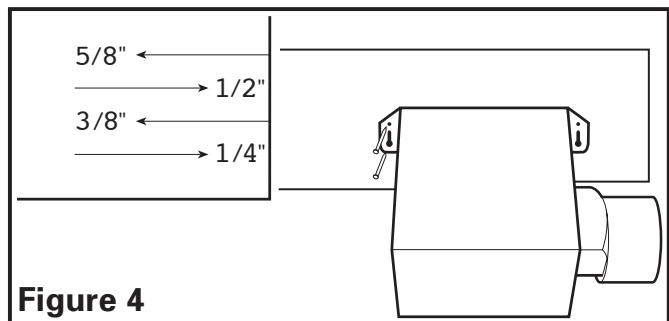
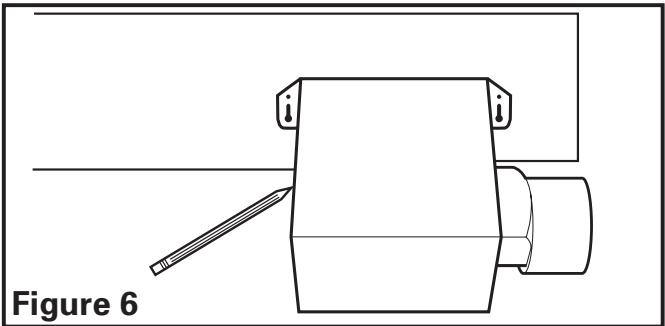

Figure 4
Figure 6
- Installation des Onglets de Montage:** à l'aide des guides sur le châssis du ventilateur, aligner le châssis pour qu'il soit à effleurement avec le plafond fini. Positionner le ventilateur pour que les onglets reposent à plat contre la solive et fixer en place à l'aide de quatre (4) clous (non-compris) pour assurer une bonne installation (**Figure 4**).
- Installation des Onglets de montage:** positionner le châssis contre la solive et tracer un contour du châssis sur le matériau du plafond (**Figure 6**). Mettre le châssis de côté et découper l'ouverture, en prenant soin de ne pas couper de câble électrique dissimulé ou autre utilité. Placer le châssis près de la solive et vous assurer qu'il soit à effleurement avec le plafond fini. Fixer avec quatre (4) clous (non-compris) pour assurer une installation adéquate (**Figure 4**).